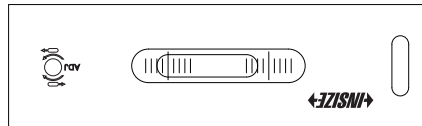

Fig.8
- Gire el nivel 180°, deslice (no coloque) el nivel en la misma posición de la superficie (Fig.8).